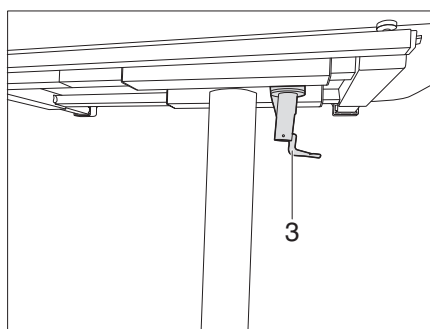

Fig. 117 Bloccare il tavolo ribaltabile
- Ruotare la leva di serraggio (Fig. 117,3) in senso orario. Il tavolo di sollevamento è bloccato e non può essere più spostato.